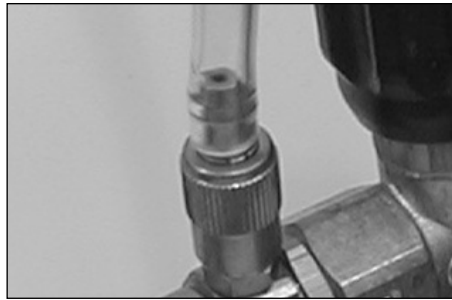

Figura 2 - Conecte el tubo de succión al conector dentado
2. Presione la manguera plástica para detergente sobre el conector dentado (Ver Figura 2).